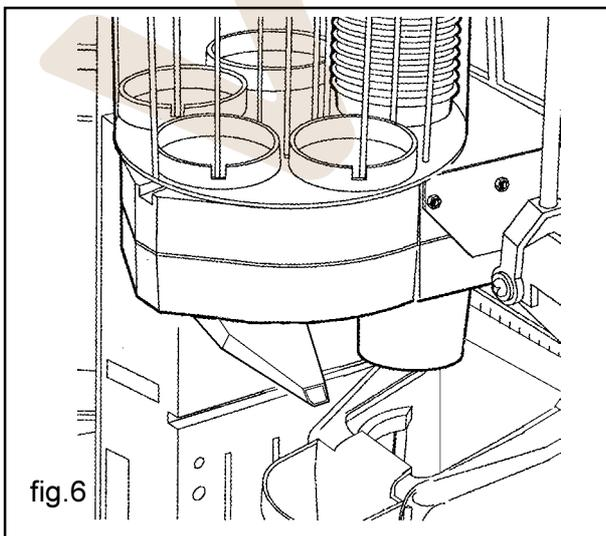

fig.6
- El motor situado en el interior del distribuidor de vasos mueve las espirales para separar el vaso y hacerlo caer en la horquilla de soporte dentro de la zona de suministro/recogida (fig. 6).